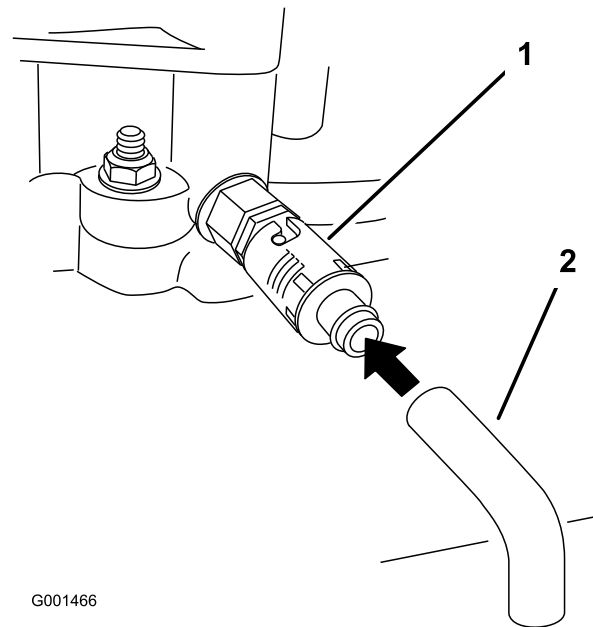

Figure 37
6. Placez un bac sous le flexible de vidange. Tournez le robinet de vidange d'huile pour permettre à l'huile de s'écouler (Figure 37).
8. Enlevez le flexible de vidange (Figure 37).